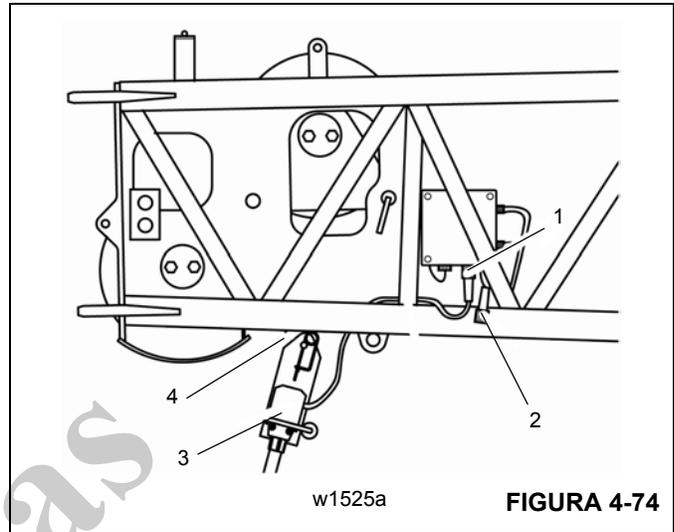

FIGURA 4-74
- Insira o plugue de curto-circuito (1) no soquete para a conexão do fim de curso de elevação (Figura 4-74).
Na extensão da treliça da lança articulada de 33 pés (10,1 m) (Figura 4-74)